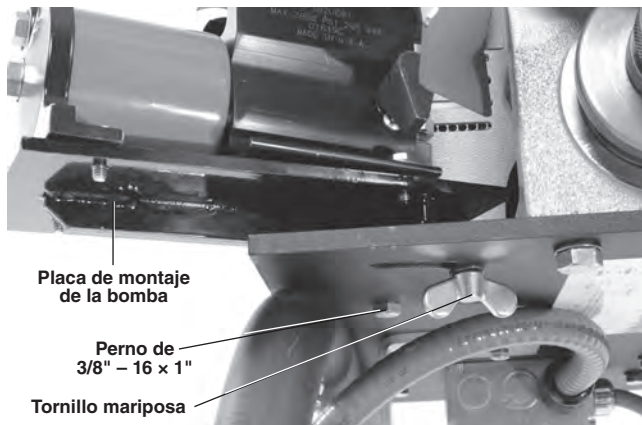

Figura 6 – Montaje de la bomba hidráulica
7. Coloque la placa de montaje de la bomba sobre el agujero y la ranura del lado del interruptor de la máquina 918-I. Desde debajo de la chapa de montaje, introduzca el perno de $\frac{3}{8}$ " – 16 x 1" y su arandela dentro del agujero y atorníllelo a la placa de montaje de la bomba (Figura 6).